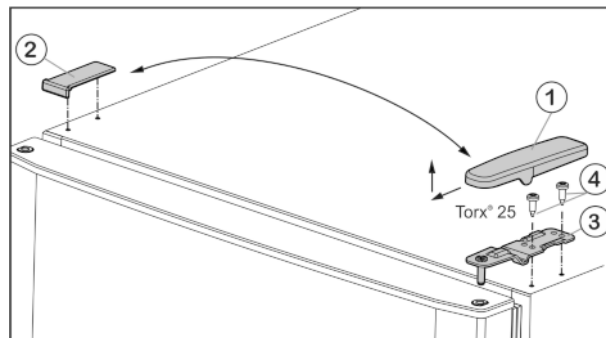

Fig. 6
- ▶ Изтеглете капака Fig. 6 (1) напред и нагоре.
- ▶ Свалете капака Fig. 6 (2).
- ▶ Развийте горната лагерна стойка *Fig. 6 (3)* (2 x Torx® 25) *Fig. 6 (4)* и издърпайте нагоре.
- ▶ Поставете горната лагерна опора *Fig. 6 (3)* върху новата страна на пантите във вратата.
- ▶ Затегнете горната лагерна опора **здраво (с 4 Nm)** (2 x Torx® 25) *Fig. 6 (4)*. Евентуално използвайте акумулаторна отвертка.
- ▶ Поставете капака *Fig. 6 (1)* от срещуположната страна отвън и го фиксирайте.
- ▶ Поставете капака *Fig. 6 (2)* също от срещуположната страна отгоре и го фиксирайте.